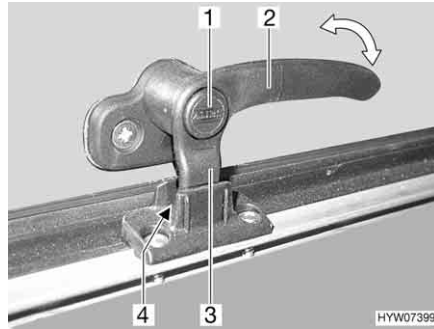
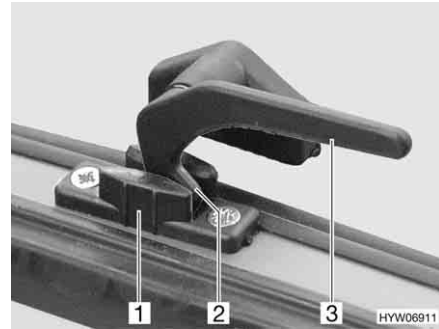

Fig. 91 Leva di serraggio con bottone di sicurezza in posizione "Aerazione continua"
Fig. 92 Leva di serraggio in posizione "Aerazione continua"
- In posizione di "Aerazione continua" (Fig. 91 e Fig. 92)
- Se presente, premere e tenere premuto il bottone di sicurezza (Fig. 91,1).
- Ruotare la leva di serraggio (Fig. 91,2 o Fig. 92,3) di un quarto di giro verso il centro della finestra.
- Girare nuovamente all'indietro la leva di serraggio. Riportare contemporaneamente il nasello di chiusura (Fig. 91,3 o Fig. 92,2) della leva di serraggio nella rientranza della chiusura della finestra (Fig. 91,4 o Fig. 92,1).
- Se presente, rilasciare il bottone di sicurezza (Fig. 91,1).